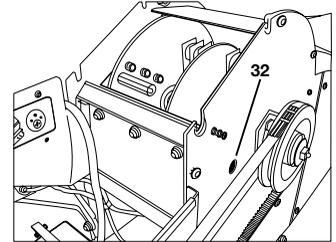

Bild 32
- In der Seitenwand auf der Riemenschutzhaubenseite ist eine Montageöffnung (32) (große Bohrung, siehe „Bild 32“).